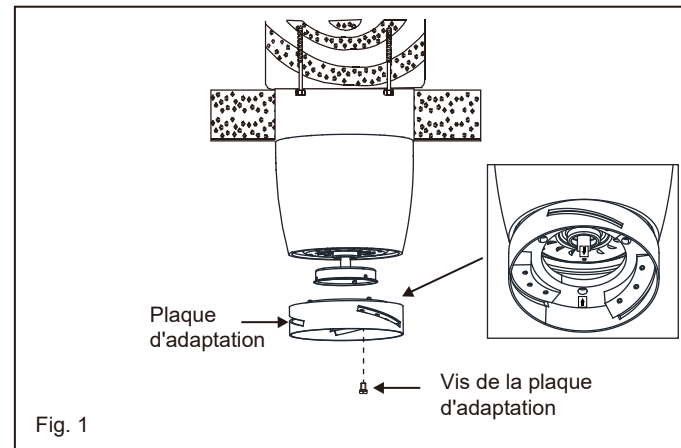

Fig. 1
- 3 Fixez la plaque d'adaptation au moteur du ventilateur à l'aide des 3 vis fournies. (Fig. 1)
- 1 Tout en gardant l'ensemble DEL sous votre ventilateur, effectuez les connexions des fiches polarisées : (Fig. 1)
- 2 Plaquez le module DEL contre le ventilateur et faites-le pivoter dans le sens des aiguilles d'une montre jusqu'à ce qu'il soit bien ajusté ; **NE SERREZ PAS EXCESSIVEMENT.** (Fig. 1)